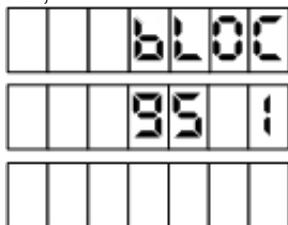

Рисунок 30
– последовательно выбрать П-4-1 – на табло будет индикация см. рисунок 30. В средней строке отображается код топлива емкости и порядковый номер емкости;